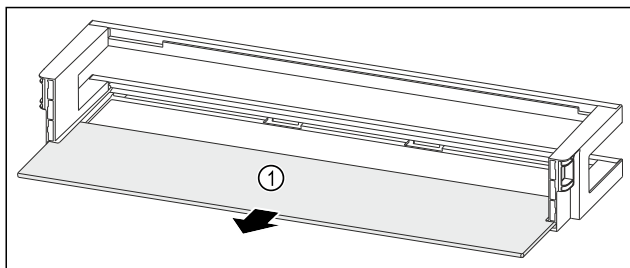

Fig. 235 Лотки на дверцятах з полицею
- Дістаньте полицю Fig. 235 (1).